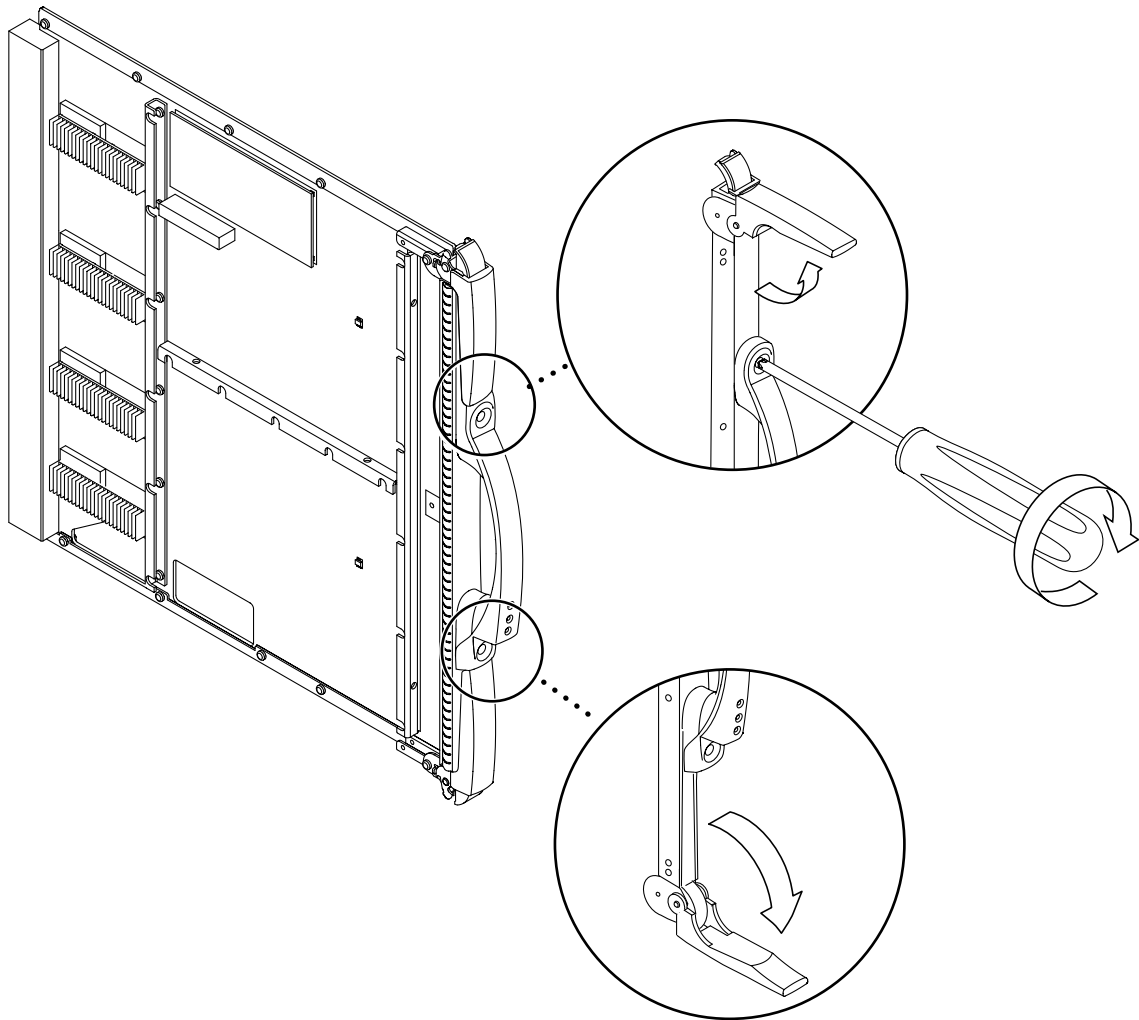

図 11-5 取り外しレバーのロック解除
3. プラスのねじ回し (Phillips の 2 番) で、リピータボードの取り外しレバーのロックを解除します (図 11-5)。
4. ボードに対して直角になるまで、取り外しレバーを両方同時に起こします (図 11-5)。